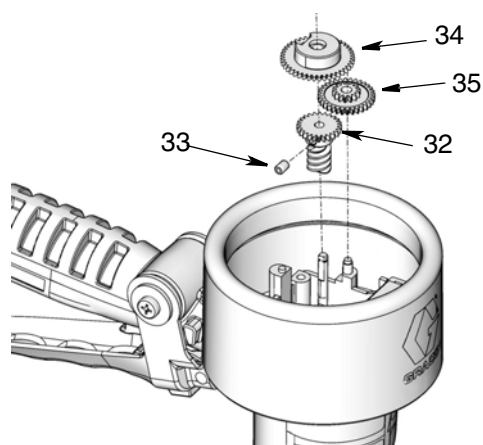

FIG. 18
6. Avec une clé hexagonale de 2 mm, déposer la vis sans tête (33) des roues dentées. Déposer les roues dentées (32, 34, 35) (FIG. 18).